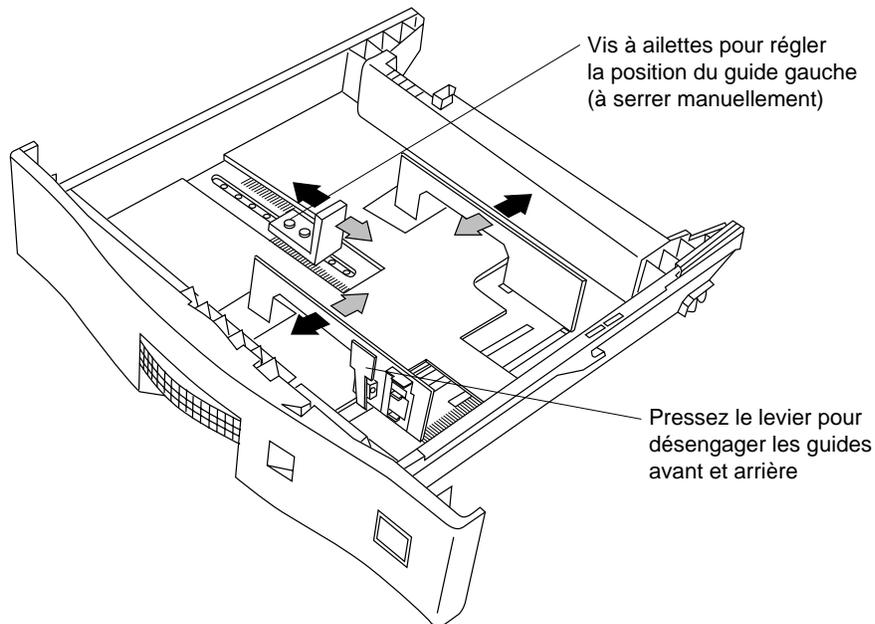

Figure 3-12 Réglage des guides du bac adaptable
1. Réglez les guides papier en fonction du format utilisé. La Figure 3-12 montre le sens de réglage des guides.